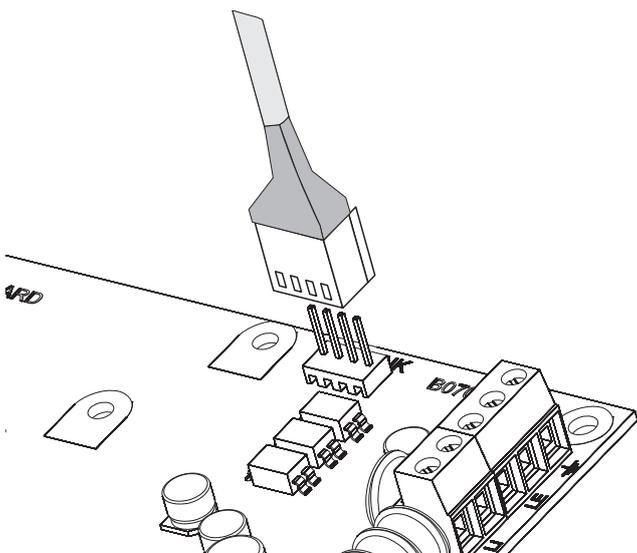

Figura 29 Conexión PC-Link.
1. Conectar el puerto serial RS232 de la Central (**10 - PC-LINK**) a un puerto serial RS232 libre en un PC usando el cable **PC-LINK** (opcional): ver la Figura 29.